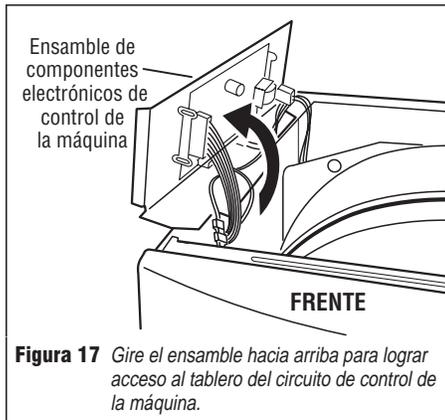

Figura 17 Gire el ensamble hacia arriba para lograr acceso al tablero del circuito de control de la máquina.
2. Mientras se retira el ensamble de su posición de montaje, gire el ensamble hacia arriba para lograr acceso al tablero del circuito de control de la máquina y fíjelo en el panel lateral. Vea la figura 17.